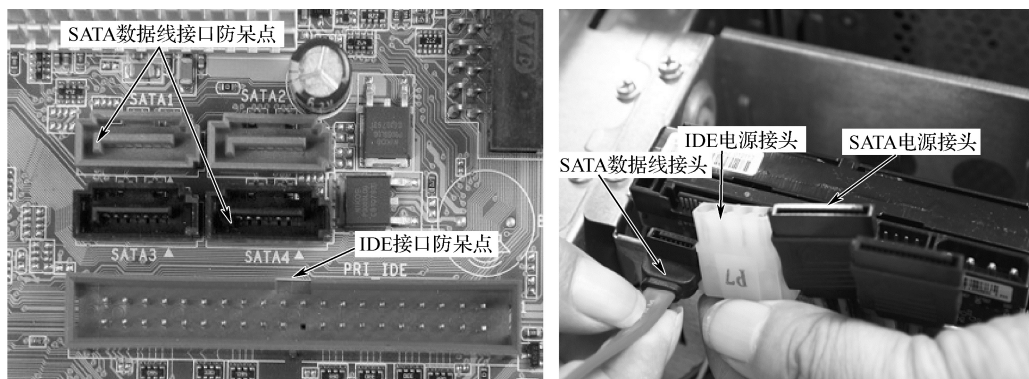

图 2-39 连接主板与驱动器的数据传输线和电源
(2) 连接主板与驱动器的数据传输线和电源线。连接硬盘、光盘等驱动器电源线和数据线都有 SATA（串口）和 IDE（并口）两种类型，因其接口都有防呆设计，只要插头对准插座的防呆点插入即可，如图 2-39 所示。
(3) 连接主板电源线。主板上 20 针或 24 针主电源插座，还有 4 针、6 针或 8 针 CPU 电源插座等，它们都是防呆设计，只要对准防呆卡扣插入就行了。注意一定要看准卡扣位置，